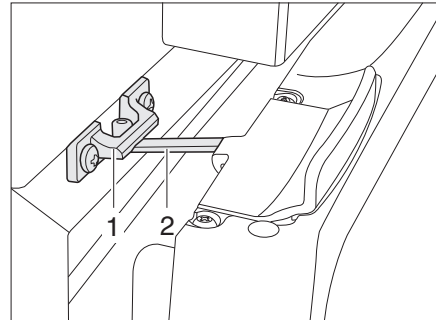

Bild 134 Kühlschranktür in Lüftungsstellung (Thetford)
■ Verriegelung (Bild 134,2) aufklappen und in der Verriegelungsaufnahme (Bild 134,1) einrasten. Die Kühlschranktür bleibt damit leicht geöffnet.